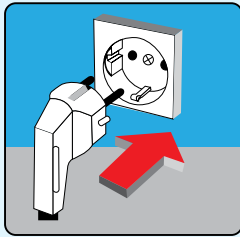

Abb. 10
- Wenn Ihr Gerät während des Transports zu stark gerüttelt wurde, lassen Sie es (1) Stunde ruhen, bevor Sie es in Betrieb nehmen. So kann das Kompressoren-Öl, sollte es ins System gelaufen sein, wieder zurücklaufen. Sollten Sie das Gerät, ohne dieses zu beachten, in Betrieb nehmen, könnten Sie somit dem Kompressor schaden.
- Schließen Sie das Gerät nur an einen Stecker an, der entsprechend den Regulierungen angebracht wurde und 220-240V/ 50 Hz Alternativspannung besitzt. (Abb. 10)